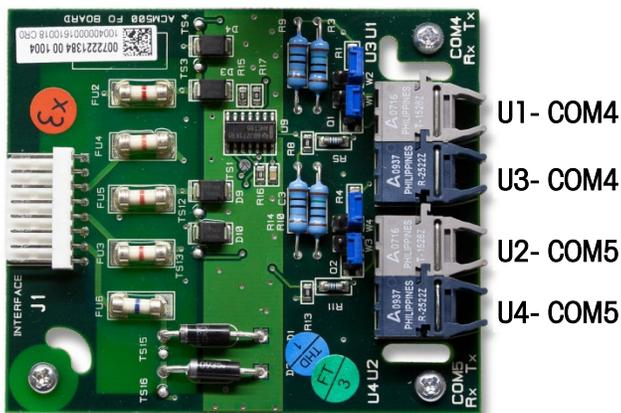
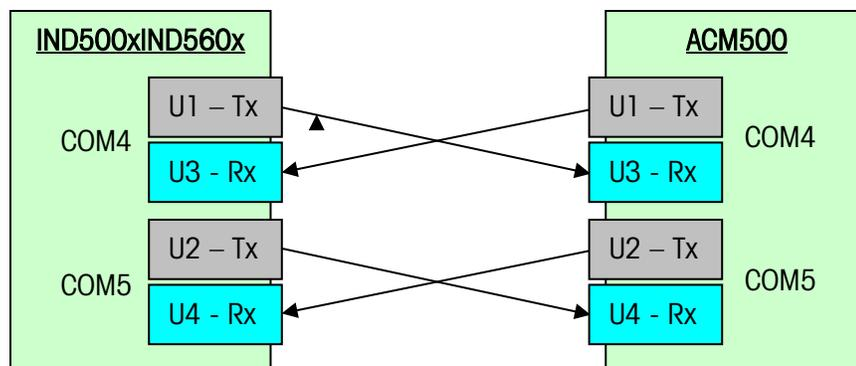

Figura 3-9: Placa de Interface de Fibra Óptica
Figura 3-10: Diagrama de Conexão de Cabo de Fibra Óptica
2. Ao conectar os cabos de fibra óptica para COM4, determine que dois cabos de fibra óptica venham da porta COM4 do IND500x/IND560x. Conecte o cabo de fibra óptica a partir do transmissor de COM4 IND500x/IND560x (U1) no receptor de COM4 do ACM500 (U3) e o cabo do receptor de COM4 de IND500x/IND560x (U3) no transmissor de COM4 do ACM500(U1). Consulte a Figura 3-9 para ajudar a identificar os transmissores e receptores na placa de interface de fibra óptica do ACM500. A Figura 3-10 mostra a fiação correta entre o IND500x/IND560x e o ACM500.
3. Ao instalar uma conexão para a COM5, determine que dois cabos de fibra óptica vêm da porta COM5 do IND500x/IND560x. Conecte o cabo de fibra óptica do transmissor de COM5 IND500x/IND560x (U2) no receptor de COM5 do ACM500 (U4) e o cabo do receptor de COM5 do IND500x/IND560x (U4) no transmissor de COM4 do ACM500(U1). A Figura 3-10 mostra a fiação correta entre o IND500x/IND560x e o ACM500.